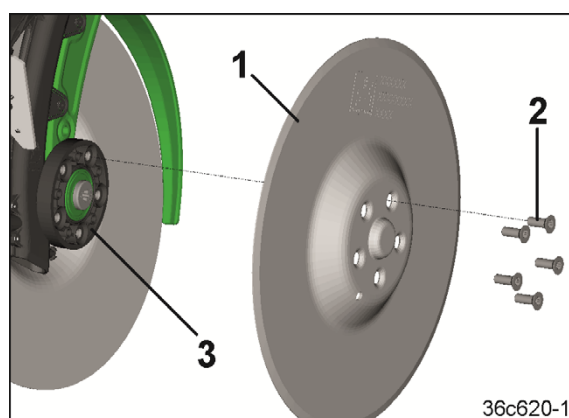

Fig. 259
Kun TwinTeC-labb med lagerhus i plast (Fig. 259/3):
6. Skru på såskiven (Fig. 259/1) med senkhodeskruer (Fig. 259/2) på lagerhuset (Fig. 259/3) (tiltrekkingsmoment: 17 Nm).